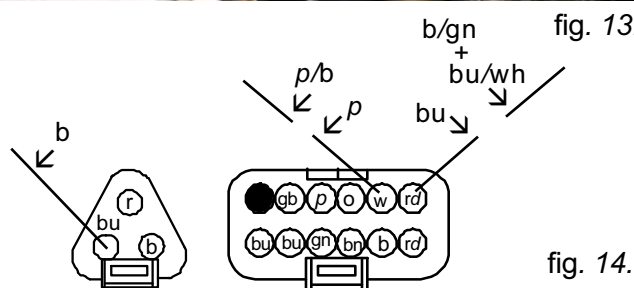

fig. 14.
9. Injectoronderbreking. Neem de 12-polige connector tussen het kleppendeksel en het smooklephuis. Onderbreek de dikke rode draad (naast witte draad). Zie fig. 14. Sluit de blauwe draad aan richting injectoren en de blauw/witte draad richting ECU. NB. Sluit de groen/zwarte voedingsdraad (+15) aan bij de blauw/witte draad. Zie 13/14.
10. Onderbreken injectorstuurdraad cilinder1. Onderbreek, in de 12-polige connector, de witte draad (naast de rode draad). Sluit de paarse draad aan richting injectoren en de paars/zwarte draad richting ECU. Zie fig. 14.